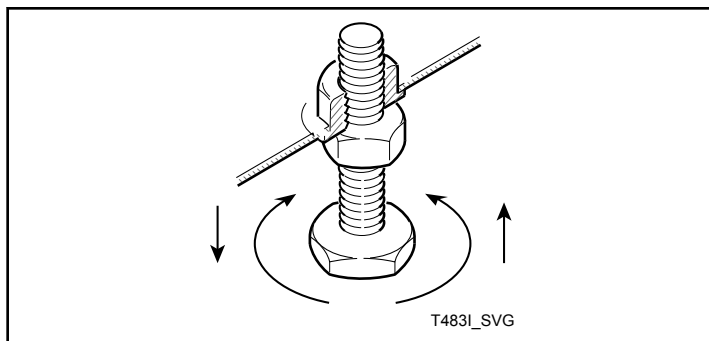

Figura 3
5. Deslize a secadora para seu local permanente. Ajuste os pés de nivelamento até que a unidade esteja nivelada ou até que a altura da parte frontal em relação à traseira não seja maior do que 3,3 mm [0,13 pol.]. Consulte a *Figura 3*. A secadora não deve balançar. Trave as pernas de nivelamento com as porcas previamente instaladas.